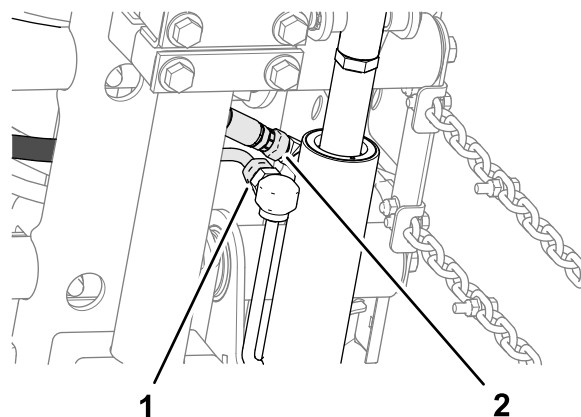

Figure 16
- Placez une rondelle entre la plaque du bâti porteur et la plaque de montage (Figure 16), et fixez légèrement les plaques et l'entretoise avec un boulon de carrosserie ( $\frac{3}{8}$  x  $1\frac{1}{4}$  po), une rondelle et un contre-écrou à embase ( $\frac{3}{8}$  po).